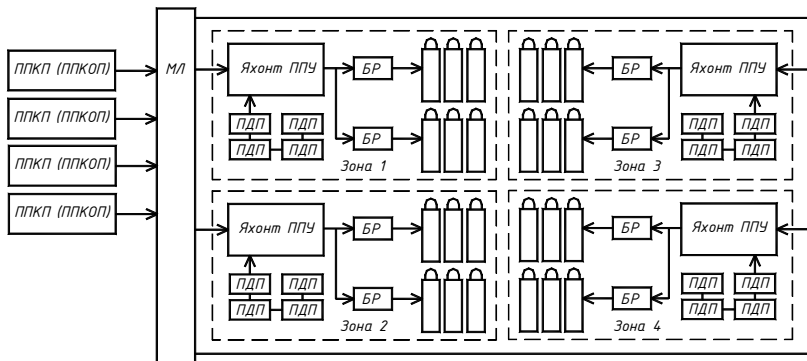

Рис.1.1.2 Подключение к ППКП и установкам пожаротушения прибора «Яхонт-ППУ» в максимальной конфигурации.
1.1.11 На рис.1.1.2 показан пример организации согласованного тушения 4-х зон при использовании приборов «Яхонт-ППУ» в максимальной конфигурации.